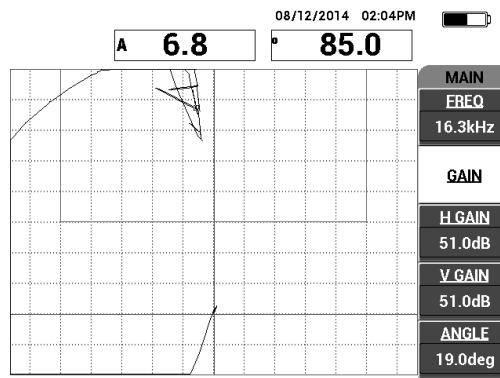

Рис. 6-67 Настройка УСИЛ для точки сигнала ПЭП «в воздухе»
3. При необходимости, нажмите клавишу GAIN (**dB**) и настройте УСИЛ для сохранения на экране сигнала ПЭП «в воздухе» (см. Рис. 6-67 на стр. 179).